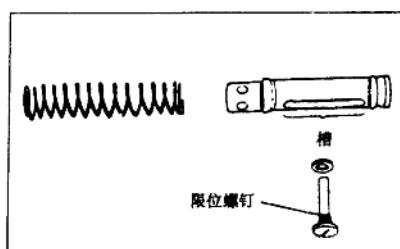

图 1-6
(1) 在拆卸和安装补油阀限位螺钉时，应用旋具推动主缸体内的活塞
(2) 安装补油阀限位螺钉时，应使补油阀限位螺钉对准活塞总成的窄槽，见图 1-6。
(3) 检查活塞帽的方向。